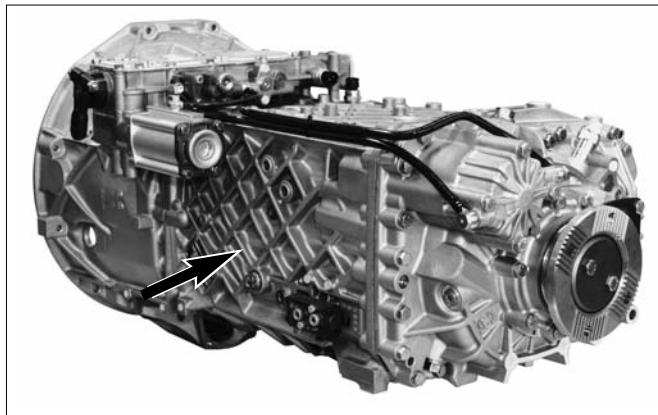

Рис. 11
- Очистить пробку маслосливного отверстия (1), заменить уплотнительное кольцо и затянуть с **60 Нм**.
- Очистить магнитную пробку маслосливного отверстия (2), заменить уплотнительное кольцо и затянуть с **60 Нм**.
- Долить масло сквозь отверстие для заправки масла (Рис. 11).